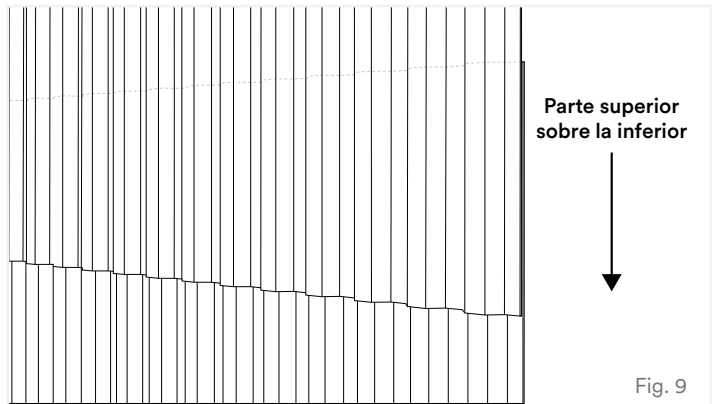

Fig. 9
8. Al comenzar el siguiente panel, asegúrese de traslaparlo correctamente (1 corrugación en el lado, 4" en la parte superior o inferior) como se menciona en la sección Traslape de paneles anterior (Fig. 9).